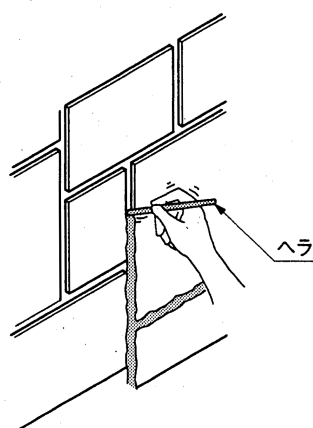

図10
- ④ 目地モルタルが指に付かなくなる程度硬化させ、ヘラや目地コテなどを用い、押し付けるように目地をならしてください。(図10参照)